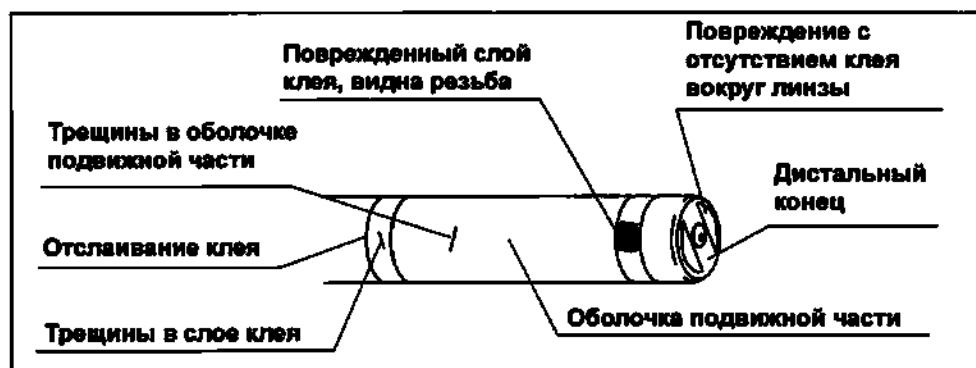

Рис. 3.4
- Трещины, отслаивание или обесцвечивание адгезивов на любом конце подвижной части и на линзах объектива и световода, как показано на Рис. 3.4.
- Компания Olympus подтвердила отсутствие ухудшений при выполнении указанного количества циклов дезинфекции или стерилизации. В случае превышения количества циклов дезинфекции или стерилизации данного эндоскопа могут возникнуть ухудшения, показанные на Рис. 3.4. В таком случае требуется произвести техническое обслуживание. За дополнительными сведениями обращайтесь в компанию Olympus.
- Повреждения, трещины и отслаивания могут возникнуть на подвижной части, как показано на Рис. 3.4, а также на вводимой части/секции или универсальном кабеле.